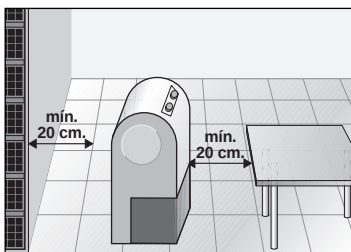

Bild. 4
- ❑ För att apparaten skall kunna fungera på ett korrekt sätt måste den alltid placeras på minst 20 cm avstånd från omgivande föremål. Se **bild 4**.